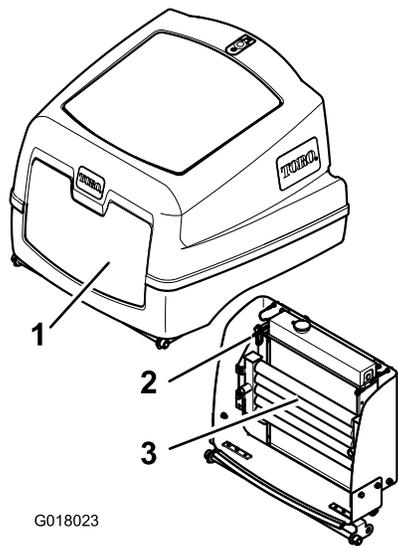

Figura 41
- Desenganche el cierre y abra la cubierta del motor (Figura 41).